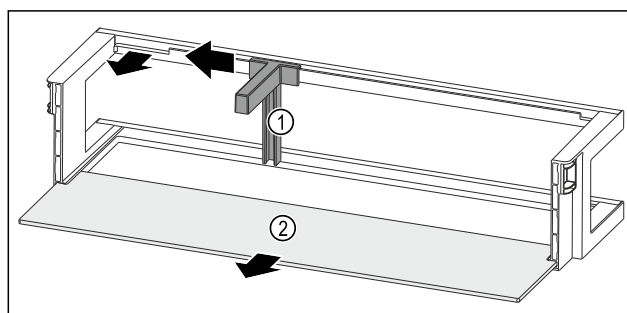

Fig. 126 Balconcino controporta con portabottiglie e ripiano
- ▶ Spingere il portabottiglie Fig. 126 (1) lateralmente fino all'incavo.
- ▶ Rimuovere il portabottiglie Fig. 126 (1).
- ▶ Rimuovere il ripiano Fig. 126 (2).